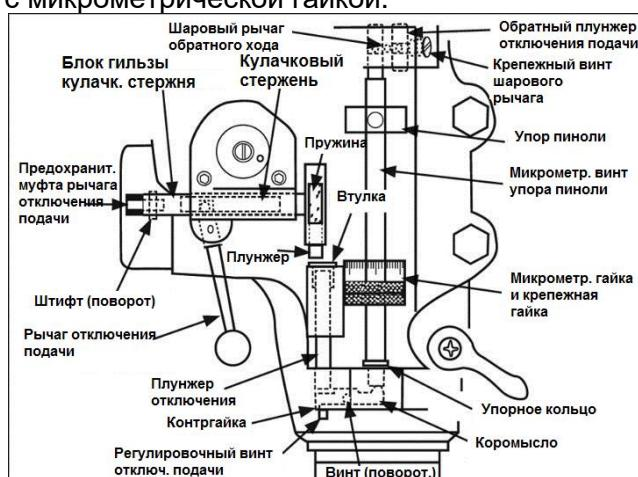

Рисунок 21
c. Поверните накидную гайку переходника консоли (B, Рис. 21), чтобы наклонить головку вперед или назад. Для установки головки под требуемым углом воспользуйтесь шкалой на переходнике подвижной консоли.
Механизм рычага выключения подачи требует регулировки при износе или при замене какого-либо компонента механизма (рис. 21).